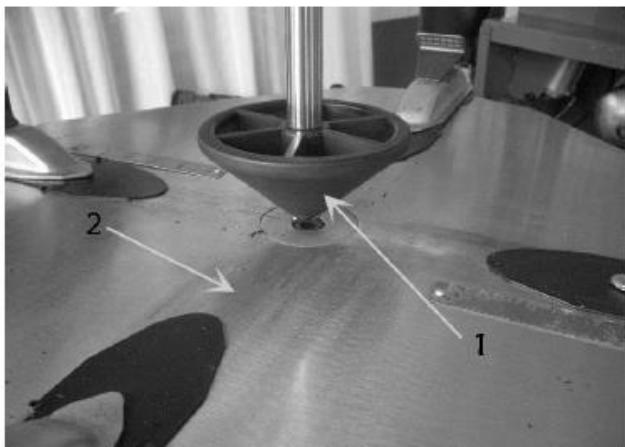

РИС. 35
6.1.7 Подключите источник сжатого воздуха, вставьте соединительный стержень конического ролика пресса (Рис.34-1) в отверстие для вала (рис. 34-2) вращающейся консоли. Вручную отрегулируйте направление клапана так, чтобы кончик конического ролика пресса совпадал с центром поворотного стенда (Рис.35). Если он не совпадает, с помощью регулировочного болта отрегулируйте положение основания. После регулировки зафиксируйте болт.